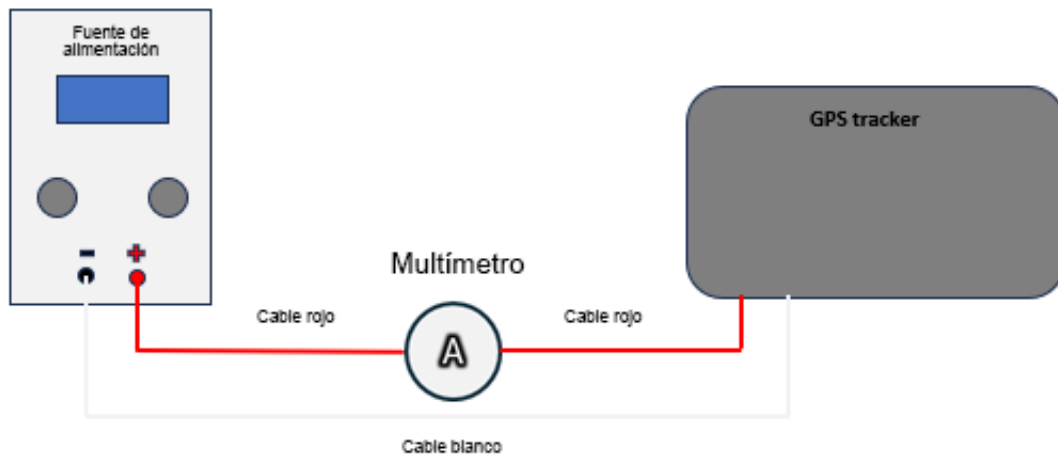

Fig.2 Diagrama de conexión
3. Monte el circuito de conexión de acuerdo con la "Fig. 2 Diagrama de conexión".